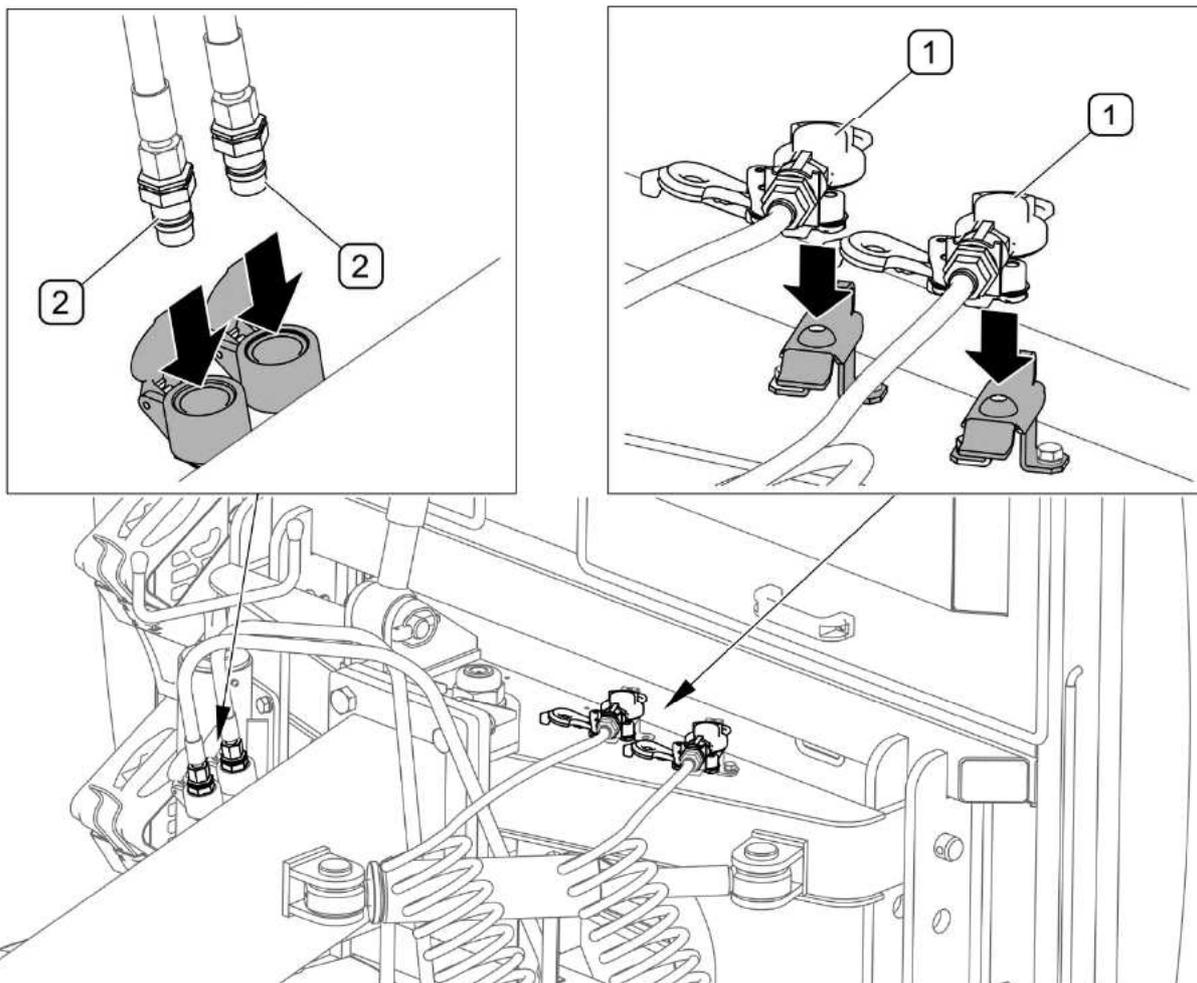

ABB. 4.17 Sicherung der Steckverbindungen nach dem Abtrennen vom Schlepper
- Die Steckanschlüsse der hydraulischen Anschlussdosen der Deichselsteuerung in die Schutzaufnahmen stecken (ABB. 4.17).
- Die Steckanschlüsse der pneumatischen Anschlussdosen in den Halterungen an der Deichsel befestigen (ABB. 4.17).